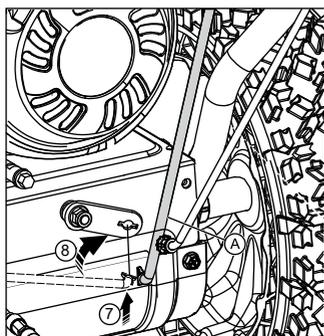

Рис. 3
ШАГ 3. Установка тяги переключения передач (рис. 3).
7. Установите тягу управления скоростью движения (рис. 3).
8. Поверните тягу управления скоростью движения (А) к панели управления (рис. 3).